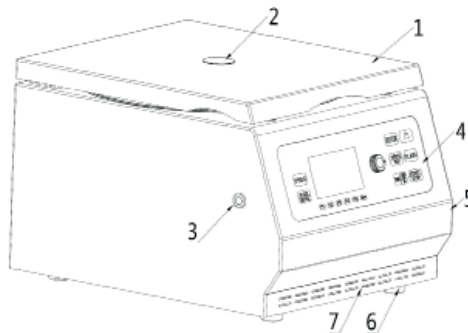

Figure 1: Vue de face
## Les figures 1 et 2 illustrent :
En cas de panne de courant ou de défaillance du bouton d'ouverture de la porte , et si les échantillons doivent être retirés rapidement, il peut être nécessaire d'utiliser l'ouverture d'urgence. Dans ce cas, insérer la clé fournie dans le trou d'ouverture d'urgence du couvercle (3) et la tourner dans le sens des aiguilles d'une montre jusqu'à l'ouverture (figure 1).